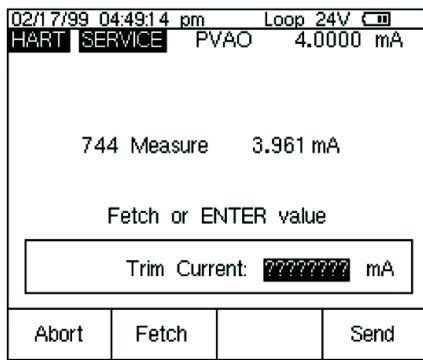

图 23
- 按 Adjust 软键, 选择 Output Trim, 并按 ENTER。主变量 (PVAO) 的数值就显示在屏幕的右上角 (图 23)。这通常是一个 4mA 的信号。福禄克公司 744 正在测量的实时 mA 值出现在屏幕的中心位置。按 Fetch 软键以装入被测的 mA 数值。按 Send 软键将该值发送给变送器, 以便按 4mA 的数值来调节其输出部分。按 Continue 以进行 20mA 的调节, 并重复上述步骤。